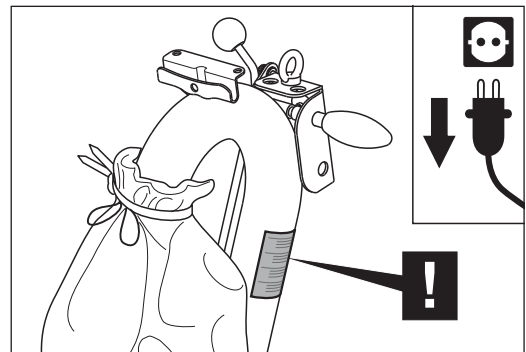

Abb. 43 Den Warnhinweis am Führungsrohr **beachten!**
- Beachten Sie den Warnhinweis am Führungsrohr (Abb. 43)!